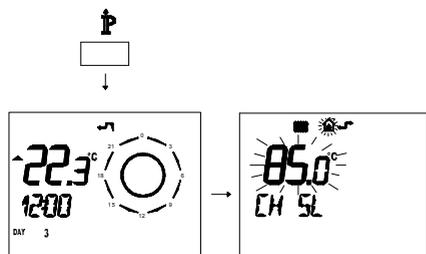

Figura 5.51
- Premere per più di 3 secondi il pulsante \mathbb{P} per entrare in modalità *INFO* (Figura 5.51).